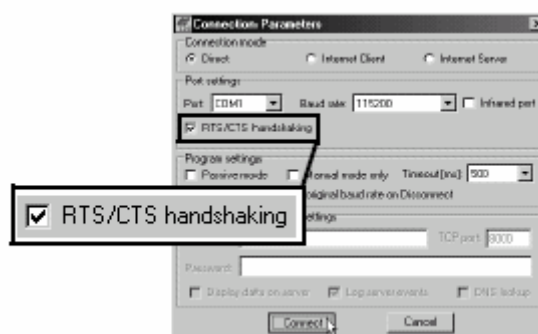

Figura 4-7. Parámetros de conexión. Sincronización RTS/CTS
2. En la caja de diálogo **Connection Parameters**, marque la casilla **Sincronización RTS/CTS** (Figura 4-7).